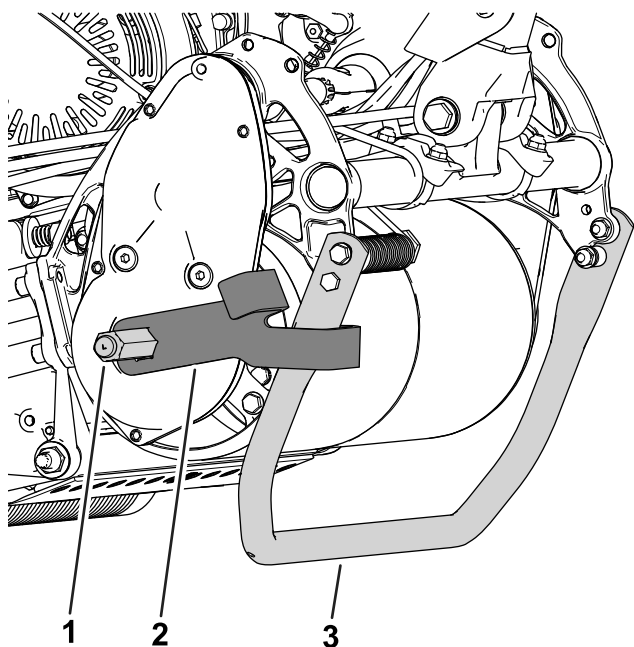

Figura 10
- **Tambor posicionado em High:** deslize o suporte por cima do veio com o braço mais comprido voltado para a máquina (como se mostra em Figura 10).